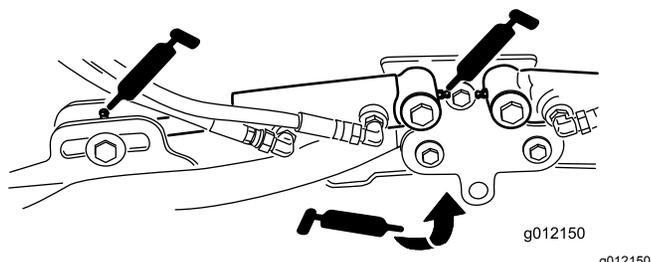

Figura 73
- Cilindri del braccio di sollevamento dell'apparato di taglio (2 cad.) (Figura 73)
- Perni del braccio di sollevamento (1 cad.) (Figura 73)